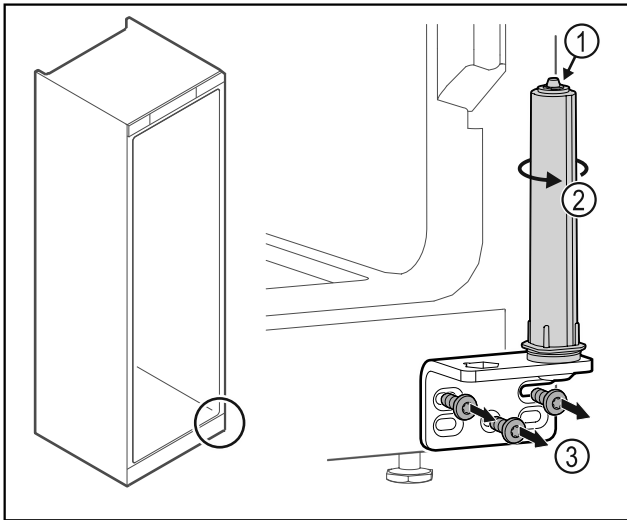

Fig. 46
- ▶ Ne szedje szét az ajtó zárrendszert Fig. 46 (1).
- ▶ Forgassa el a zárrendszert Fig. 46 (2), amíg az be nem kattann.
- ▶ Csavarozza le a csuklópántot Fig. 46 (3).